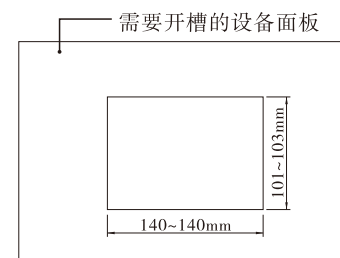

图1
3、控制器产品结构图 1
①如图1所示，在设备面板上开矩形孔（长：140~142mm，宽：101~103mm），孔的锐边均须倒钝，否则易损伤控制器外表面。